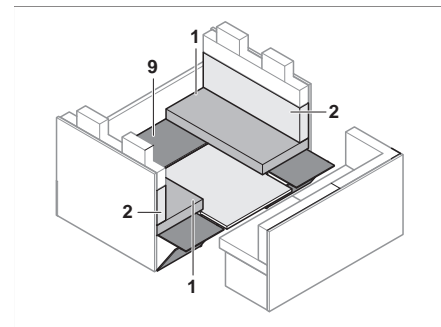

Fig. 138 Durante la transformación
- Colocar de nuevo la subestructura (Fig. 138,9).